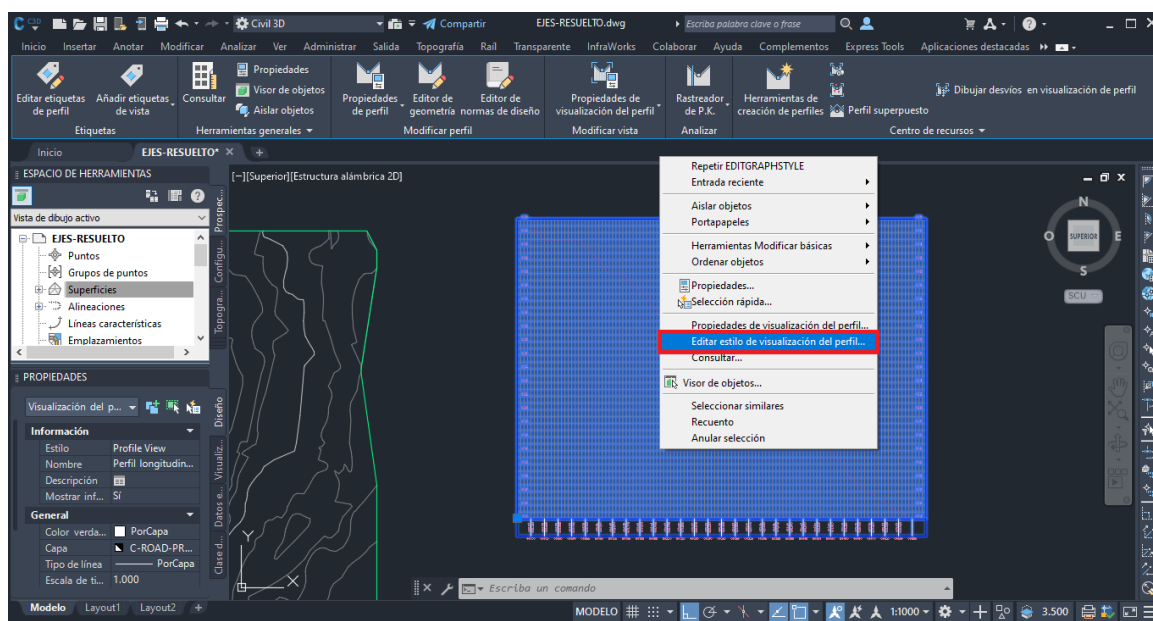

Figura 14. Apertura cuadro de diálogo *Estilo de visualización del perfil*, opción 1.
1. Se selecciona la visualización del perfil, se pincha con el botón derecho del ratón sobre ésta y se escoge la opción **Editar estilo de visualización del perfil** (Figura 14).